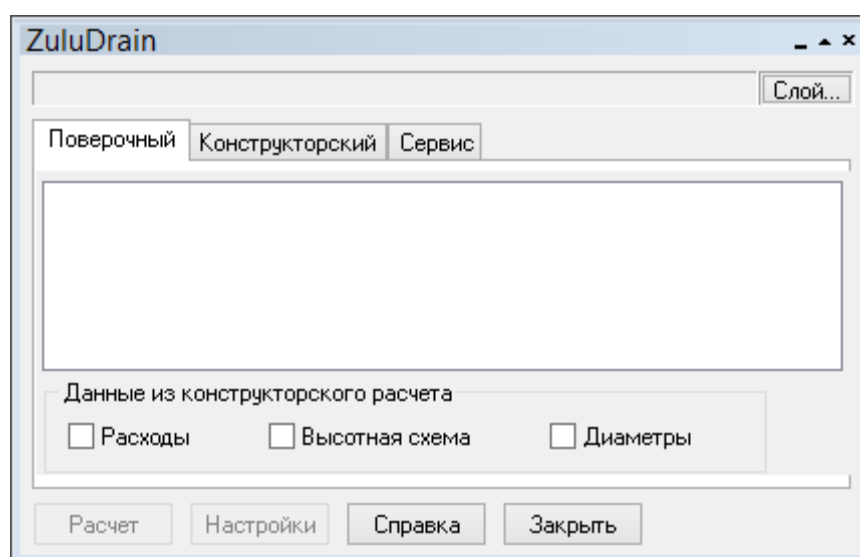

Рисунок 82. Панель расчетов
1. Выберите команду главного меню Задачи/ZuluDrain или нажмите кнопку  на панели инструментов. На экране появится панель расчетов (Рисунок 82, «Панель расчетов»).